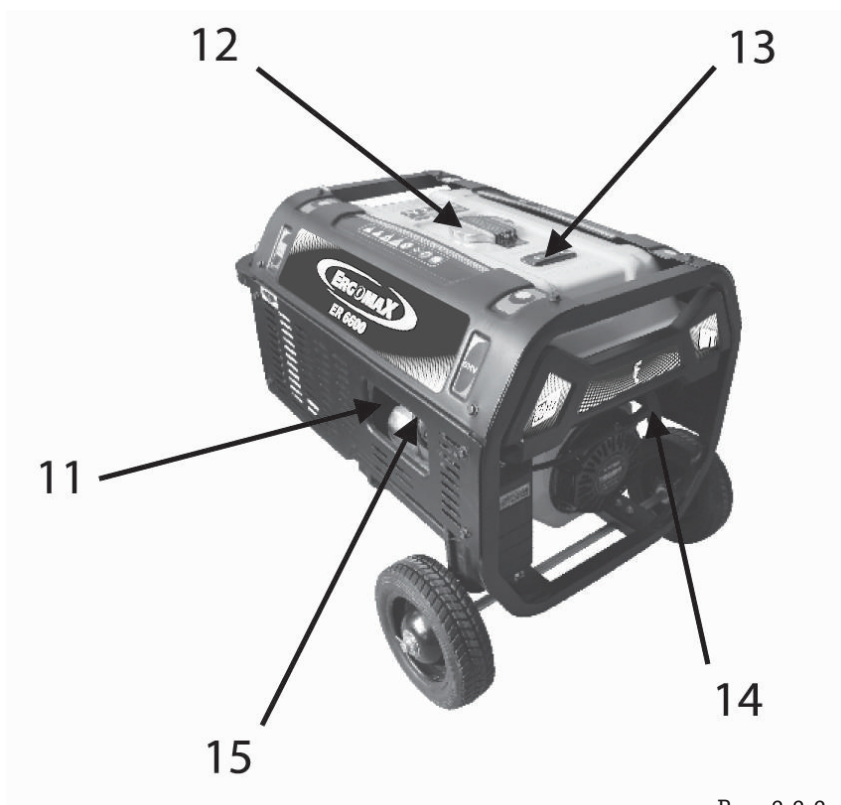

Рис. 2.2.2
2. Проверьте уровень топлива по шкале уровня топлива 13 (рис. 2.2.2), если уровень топлива низкий,